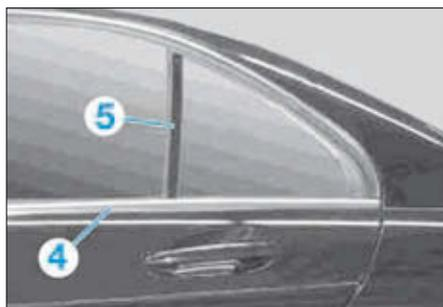

FIG. 2
- Déposer (Fig.2) :
- le lèche-vitre extérieur (4),
- l'enjoliveur (5).